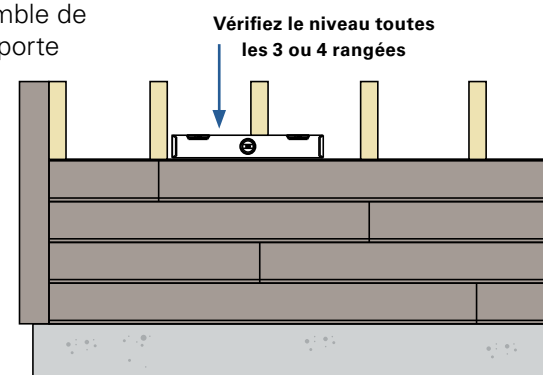

Fig. 25
- Vérifiez le niveau des planches toutes les 3 ou 4 rangées. Une différence de 0,16 cm (1/16 po) à 0,3175 cm (1/8 po) est considérée comme acceptable. (Voir la Figure 25)